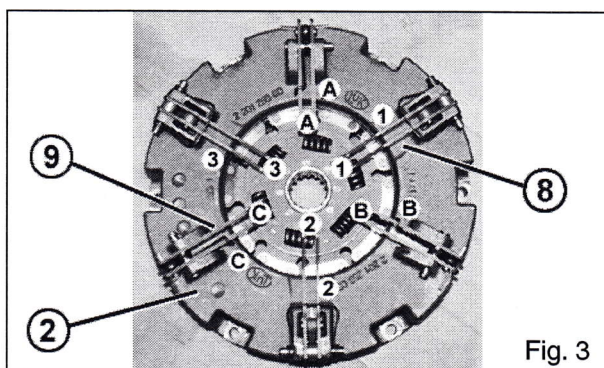

Fig. 3
- Afmærk de 3 fingre til kørekoblingen (**8**) og de 3 fingre til PTO-koblingen (**9**) i forhold til koblingsdækslet (**2**) som vist på Fig. 3.